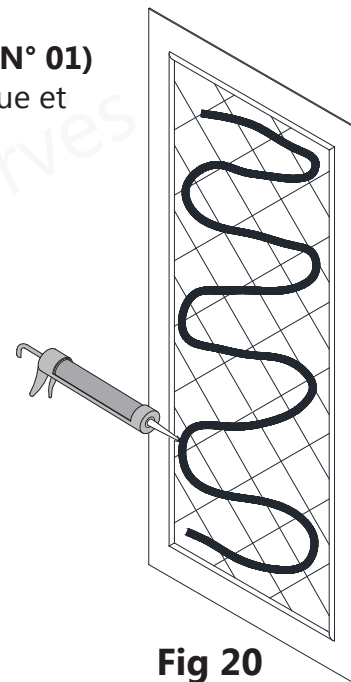

Fig 20
20. Appliquez de l'adhésif partout sur l'endos du **panneau latéral (N° 01)** lors de l'installation du mur latéral opposé. Utilisez la même technique et appliquez une pression sur toute la surface. Nivelez avec la bordure supérieure du panneau mural d'acrylique adjacent. (**Fig 20**)